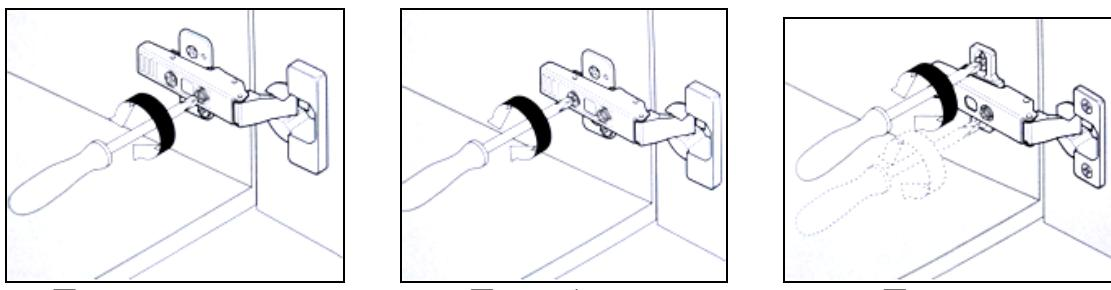

Рис. 22
- произвести регулировку дверей по глубине, ширине и высоте (Рис. 22);